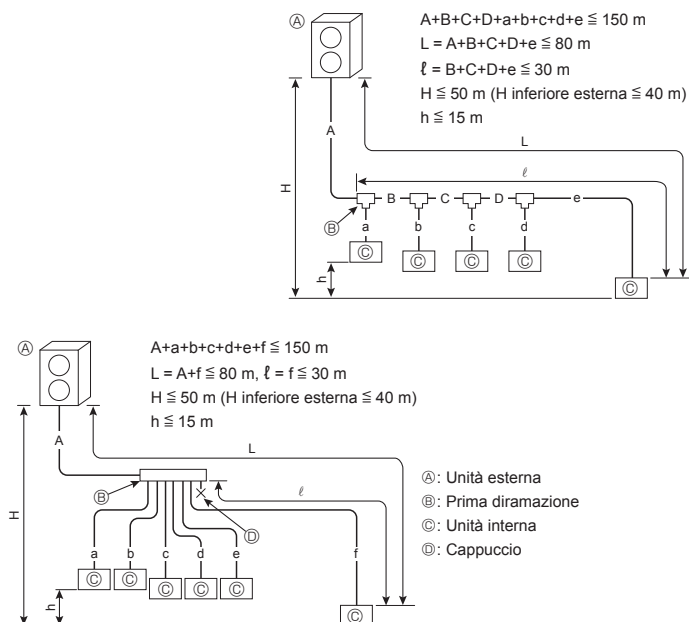

Fig. 4-1
4.1.1. Collegamento senza scatola di derivazione (Fig. 4-1)